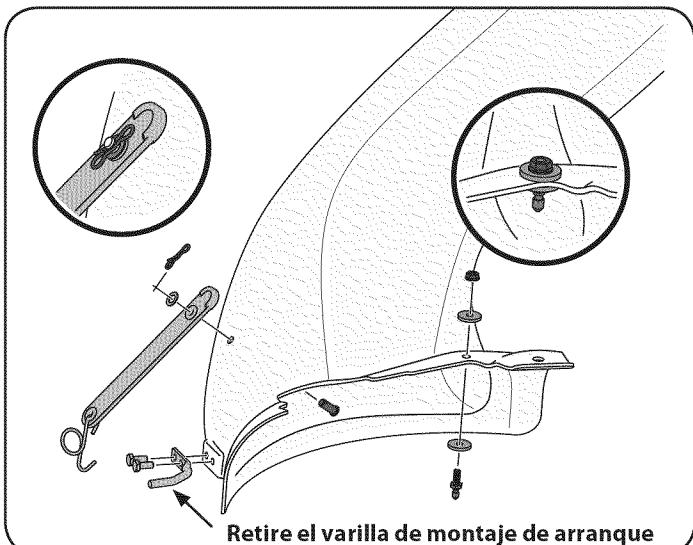

Figure 18
**Nota:** En cubiertas con ruedas frontal de la plataforma, la varilla de soporte de arranque debe ser removida para instalar este codo de conducto de descarga en el tractor. Vea la Figure 18.
- Instale el pasador de montaje de la cubierta (711-05049) hasta en el codo de conducto con dos arandelas planas (736-0176) del paquete de tornillería 689-00313 y asegúrela con una tuerca con brida (712-3027), como se ve en la Figure 18.